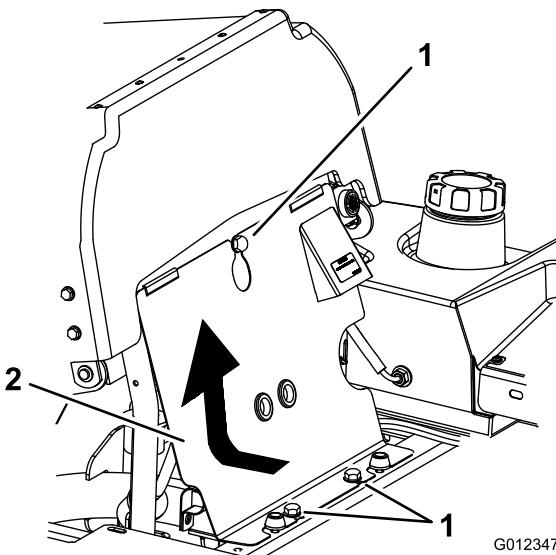

Bild 69
3. Kippen Sie den Sitz nach vorne, lösen Sie die Schrauben und entfernen Sie die vordere Motorverkleidung (Bild 69).